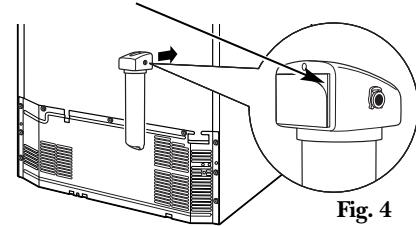

Fig. 4
4. Using the double-sided mounting tape provided, remove one side of protective wax paper and apply the entire piece to the back side of the manifold, applying firm pressure to the entire piece (Fig. 4). (It is recommended to apply when the room temperature is above 55°F for best adhesion.).
5. Remove the remaining wax paper from the double-sided tape on the back side of the manifold, and adhere it to the cleaned surface of the refrigerator, applying firm pressure to the entire piece (Fig. 4).
4. Enlever un côté du papier ciré de protection du ruban à double face qui est fourni et appliquer une forte pression sur l'ensemble du ruban contre la surface arrière du collecteur (Fig. 4). (Pour obtenir une meilleure adhérence, il est recommandé de procéder à l'application lorsque la température de la pièce est supérieure à 12,8°C [55°F]).
5. Enlever le reste du papier ciré de protection du ruban à double face appliquée sur le collecteur, puis placer le ruban adhésif contre la surface nettoyée du réfrigérateur en exerçant une forte pression sur l'ensemble du ruban (Fig. 4).
4. Usando la cinta de doble faz para montaje suministrada, retire un lado del papel encerado protector y aplique la pieza completa a la parte trasera del colector, aplicando una presión firme a la pieza completa (Fig. 4). (Se recomienda aplicar cuando la temperatura del salón sea superior a 55°F para una mejor adhesión.)
5. Retire el papel encerado restante de la cinta de doble faz en la parte posterior del colector y péguelo a la superficie limpia del refrigerador, aplicando una presión firme la pieza completa (Fig. 4).